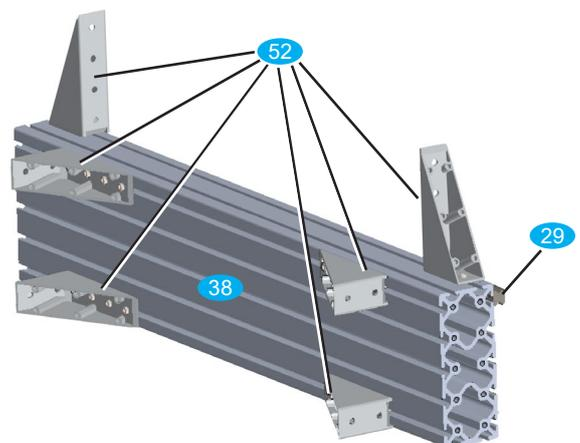

Bild 18: Vormontage der Verbindungswinkel
- Alu-Profil **38** wie in Bild 18 dargestellt mit der unteren Linearführung **29** nach oben ablegen.